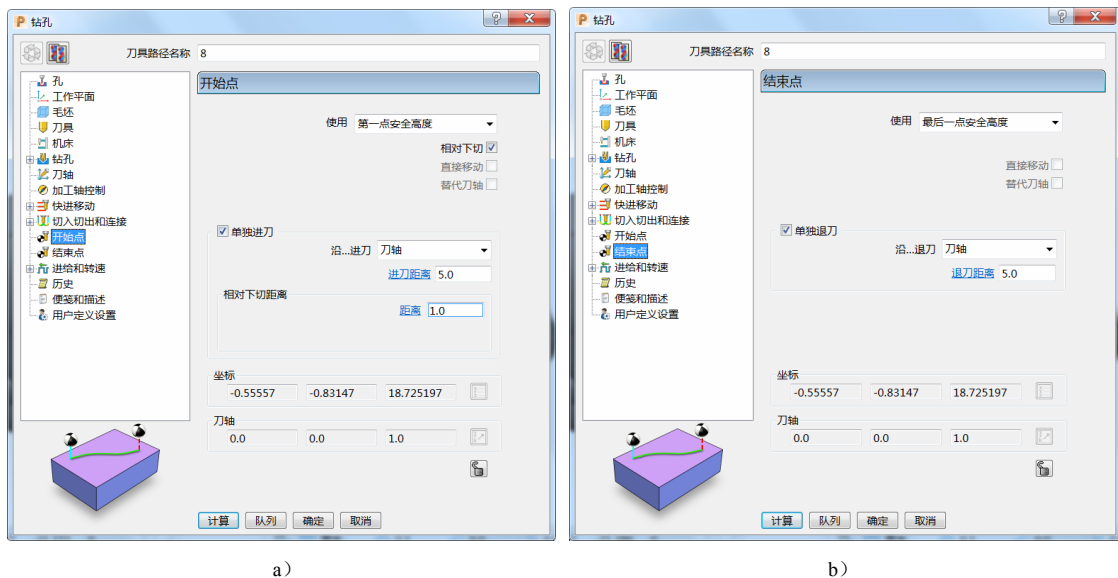

图 4-64
9) 开始点和结束点: 开始点选择“第一点安全高度”, 结束点选择“最后一点安全高度”。勾选“相对下切”“单独进刀”及“单独退刀”, 设定进刀距离“5.0”、相对下切距离“1.0”、退刀距离“5.0”, 沿刀轴进刀与退刀。(图 4-64)